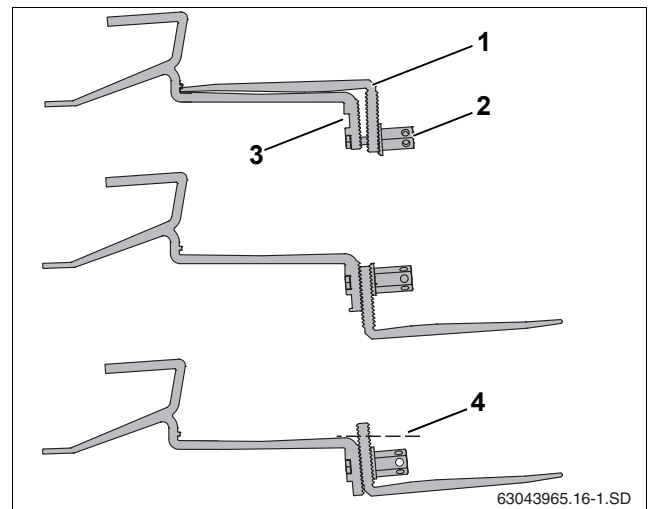

Рис. 17 Установка нижней части кровельного крюка
- ▶ Отверните гайку (рис. 17, [2]).
- ▶ Вставьте винт в верхнее отверстие (рис. 17, [3]).
- ▶ Свободно закрепите нижнюю часть кровельного крюка (рис. 17, [1]). Пока только слегка затяните соединение.